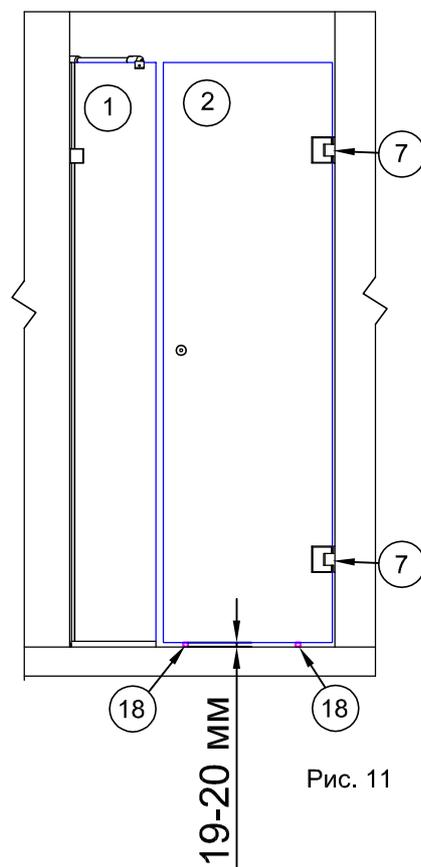

Рис. 11
4.2. На пол в местах установки двери положить технологические дистанционные прокладки №18 толщиной 19-20 мм для обеспечения необходимого зазора между дверью и полом (рис.11).
4.3. Установить двери на место в дверном проёме (рис.11). Прижать площадки петель с отверстиями к стене. При помощи уровня обеспечить вертикальное положение дверей. Вымерять необходимые отступы от внешней стены до стекла.